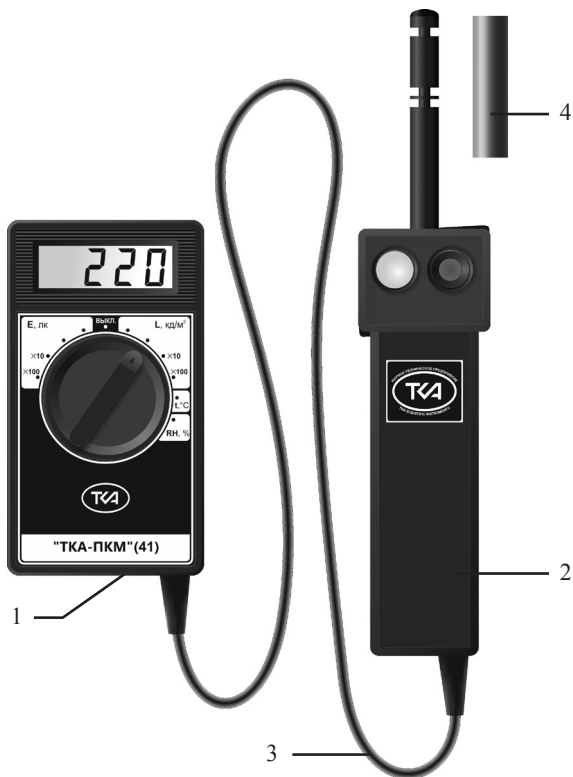

Рис.1. Внешний вид прибора “ТКА-ПКМ”(41)
5.1. Конструктивно прибор выполнен в виде двух функциональных блоков: блока обработки сигналов (1, Рис.1) и измерительной головки с зондом (2, Рис.1), соединённых между собой кабелем связи (3, рис.1.).
7.6. Снимите с зонда защитный колпачок (4, Рис.1). Поместите прибор в зону измерений. Считайте, после установления показаний, с дисплея измеренное значение.